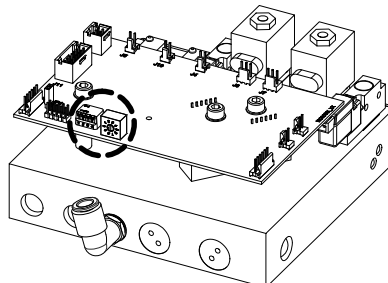

Figura 6-3 Ubicación de los interruptores
3. Ver la figura 6-3. Colocar los interruptores SW1 y SW2 en la placa del módulo iFlow. Ver la tabla 6-3 para la definición de cada posición SW1.